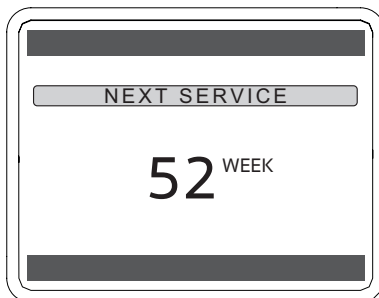

Figura 9.3
- Premere il tasto (✓) per confermare Figura 9.3.